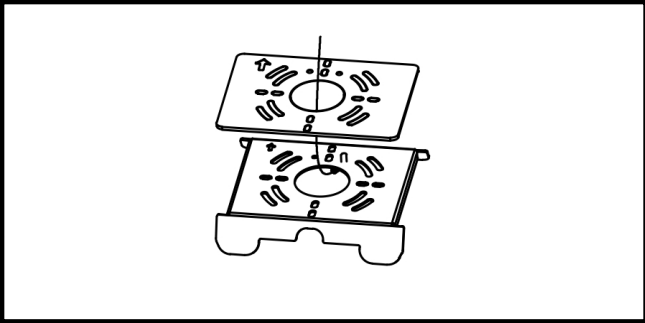

Figure 3.
3. Fixez le joint d'étanchéité à la plaque de calage à l'aide de l'adhésif fourni sur le joint. (figure 3)